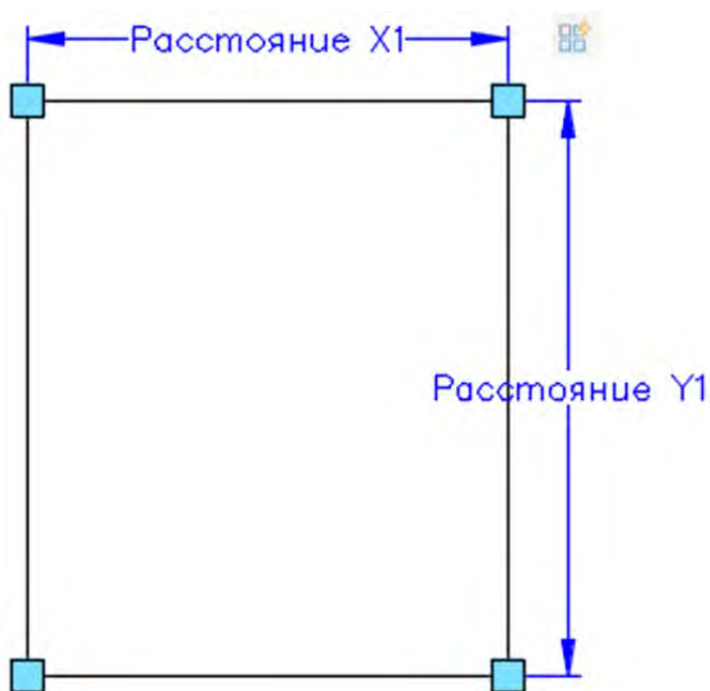

Рисунок 9.31 Установленная операция «Отражение»
4. После установки параметра можно устанавливать операцию. На вкладке «Операции» панели «Вариаций блока» выберите операцию «Массив» . Щелкните на установленный параметр «Отражённое состояние1». Выберите объекты, которые будут отражаться и подтвердите выбор, нажав **ENTER**. Введите расстояние между рядами в командную строку и подтвердите выбор, нажав **ENTER**. Введите расстояние между столбцами и подтвердите выбор, нажав **ENTER**. При указании расстояния между рядами и столбцами следует учитывать размер объекта и направление создания массива (рисунок 9.31).